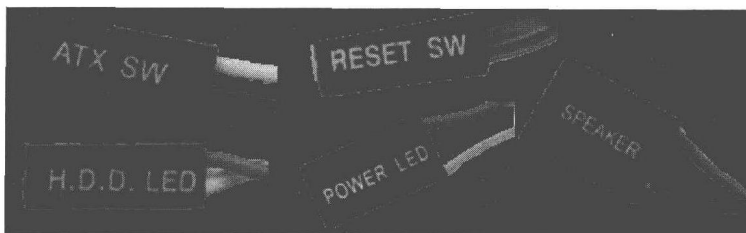
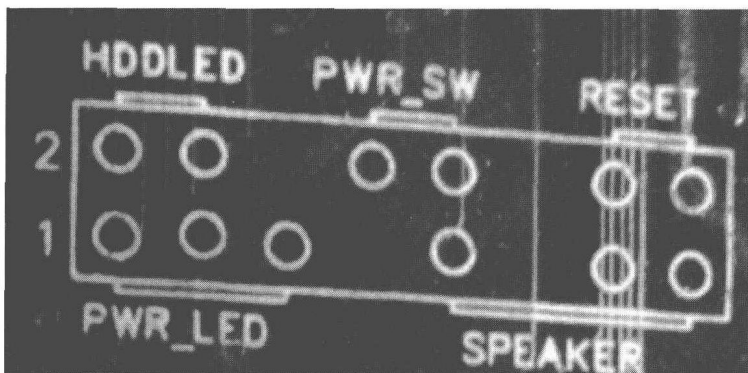
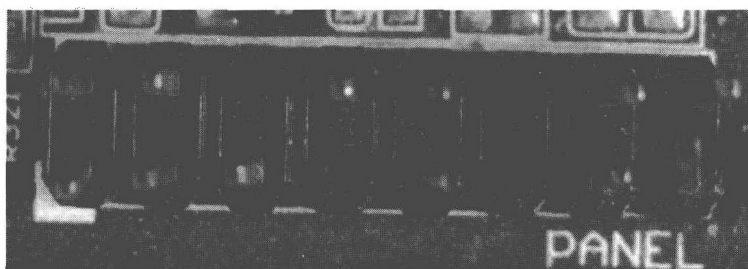

图 1-2 主板上前置机箱面板排插连接线
图 1-3 主板上前置面板跳线标识
图 1-4 主板上前置面板跳线排插
(1) 前置面板跳线：设置此跳线可以把机箱上的连接线（如图 1-2 所示）按照主板跳线的设置说明（对照相应的英文标识，如图 1-3 所示），对应地插到主板前置面板的排插上（如图 1-4 所示），ATX SW 对应 PWR_SW，RESET SW 对应 RESET，H.D.D.LED 对应 HDDLED，POWER LED 对应 PWR_LED，SPEAKER 对应 SPEAKER。设置不当会造成前置面板不能用，如不开机、不重启等故障的发生。